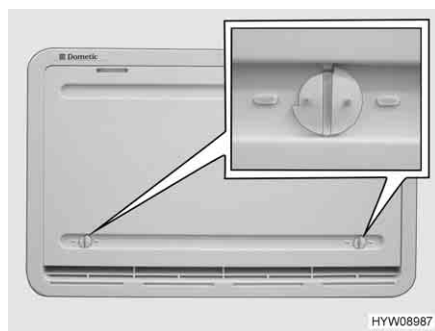

Fig. 221 Copertura invernale
Se il funzionamento del frigorifero avviene a basse temperature esterne, il produttore consiglia l'utilizzo di una copertura invernale (Fig. 221) per la griglia di aerazione del frigorifero.
- Aprire entrambi i bloccaggi (Fig. 221), la scanalatura risulterà orizzontale.